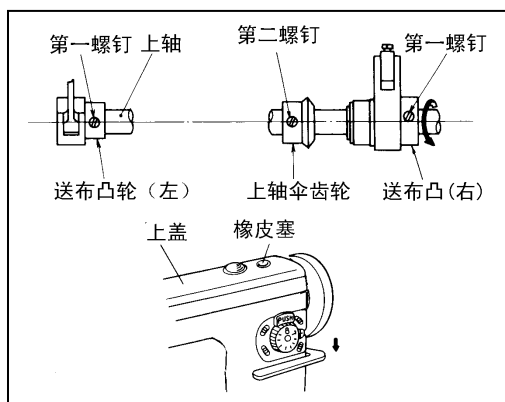

图 29
29、送布牙同步关系的调整（图 29）：
1) 送布凸轮（左）和送布凸轮（右）标准的位置关系如图 29 所示；